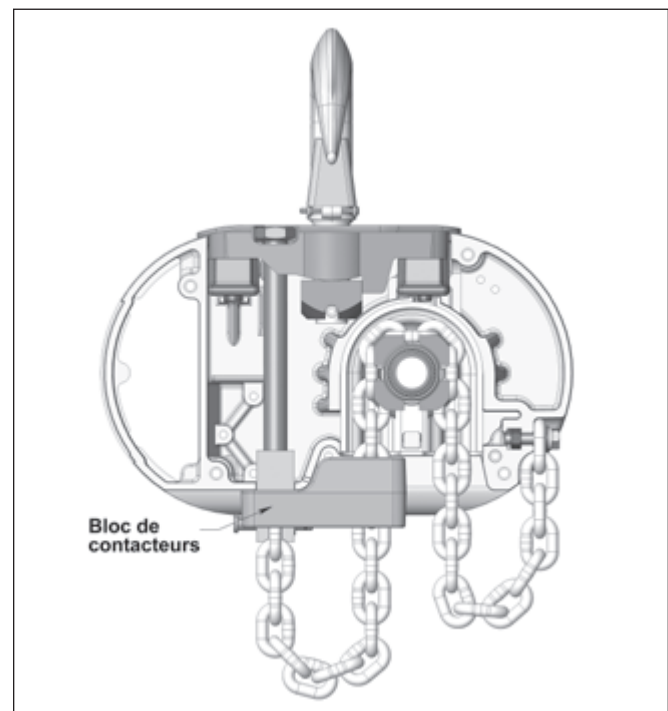

Figure 8. Bloc de contact utilisé pour les modèles R, R-2, RR et RR-2
2. Pour les modèles E, E-2, H et H-2, insérer le dernier maillon de la chaîne de levage dans le bloc de bout libre (2) et le fixer à l'aide de la tige de bout libre, la rondelle et la goupille fournies avec le dispositif de suspension.
3. Pour les modèles R, R-2, RR et RR-2, faire glisser le bloc de contact le long de la chaîne jusqu'à ce qu'il atteigne le bas du palan et que le bloc de bout libre se projette à travers l'ouverture carrée du fond du bloc. Insérer le dernier maillon de la chaîne de levage dans le bloc de bout libre, en s'assurant qu'elle ne soit pas tordue entre le bloc du crochet et le bloc de bout libre. Pousser le bloc de contact légèrement vers le haut et attacher la chaîne de levage au bloc de bout libre à l'aide de la tige de bout libre, la rondelle et la goupille fournies avec le dispositif de suspension. La tige de bout libre supporte également le bloc de contact (voir figure 8)